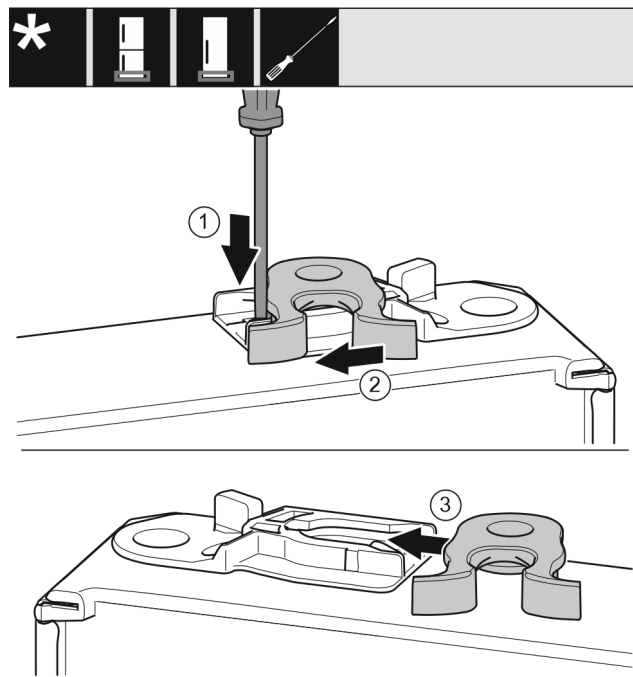

Fig. 18
- ▶ Plochým skrutkovačom zatlačte strmeň nadol. Fig. 18 (1)
- ▶ Zatvárací hák vytiahnite z vedenia. Fig. 18 (2)
- ▶ Zatvárací hák zasuňte na druhej strane do vedenia. Fig. 18 (3)